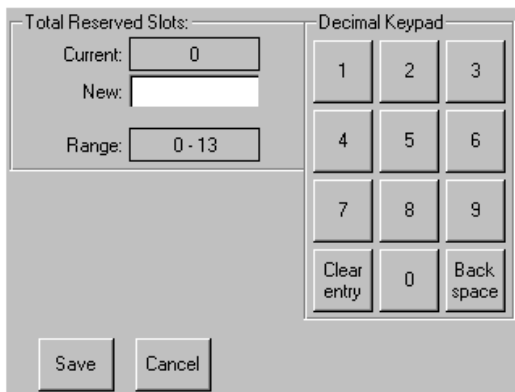

Figure 28 : Pavé numérique des bacs réservés
3. Touchez la case en regard de l'option **Total Reserved Slots** (Bacs réservés). Un pavé numérique s'affiche (voir la Figure 28).